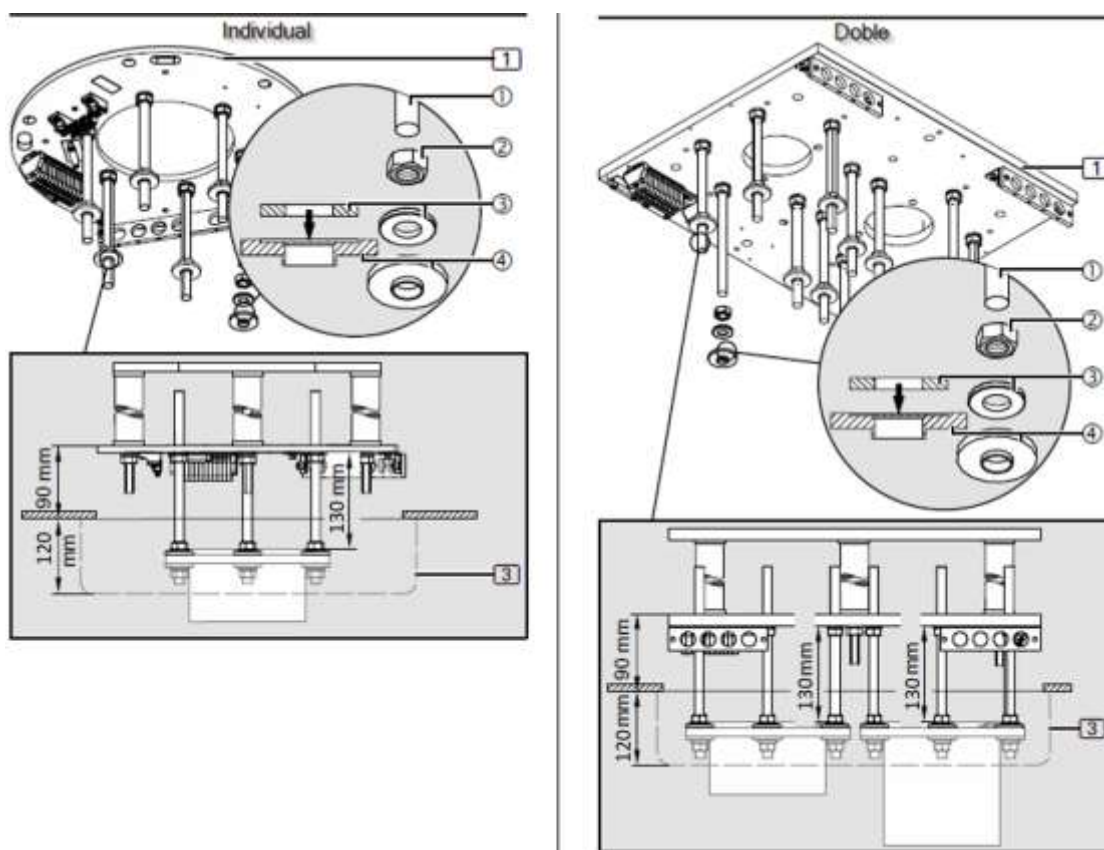

Abb.16 Montage der Isolierungen über den Gewindebolzen mit Zwischendecke
- Stellen Sie den Abstand zwischen den Sechskantmuttern M20 ② und der Schnittstellenplatte von 1 bis 130 mm ein, bei COLUMN ROTATION von 1 mm bis 110 mm.
- Schrauben Sie die Sechskantmuttern M20 ② in einem berechneten Abstand L auf die Gewindebolzen M20 ①.
- Richten Sie die Sechskantmuttern M20 ② mit einer digitalen Wasserwaage horizontal aus.
- Setzen Sie 1 Unterlegscheibe mit einem Außendurchmesser von 50 mm ③ ein.
- Setzen Sie 1 Kunststoff-Isolierscheibe ④ (wie in Abbildung 16 dargestellt) so ein, dass die flache Unterlegscheibe mit einem Außendurchmesser von 50 mm ③ auf der Kunststoff-Isolierscheibe ④ sitzt.